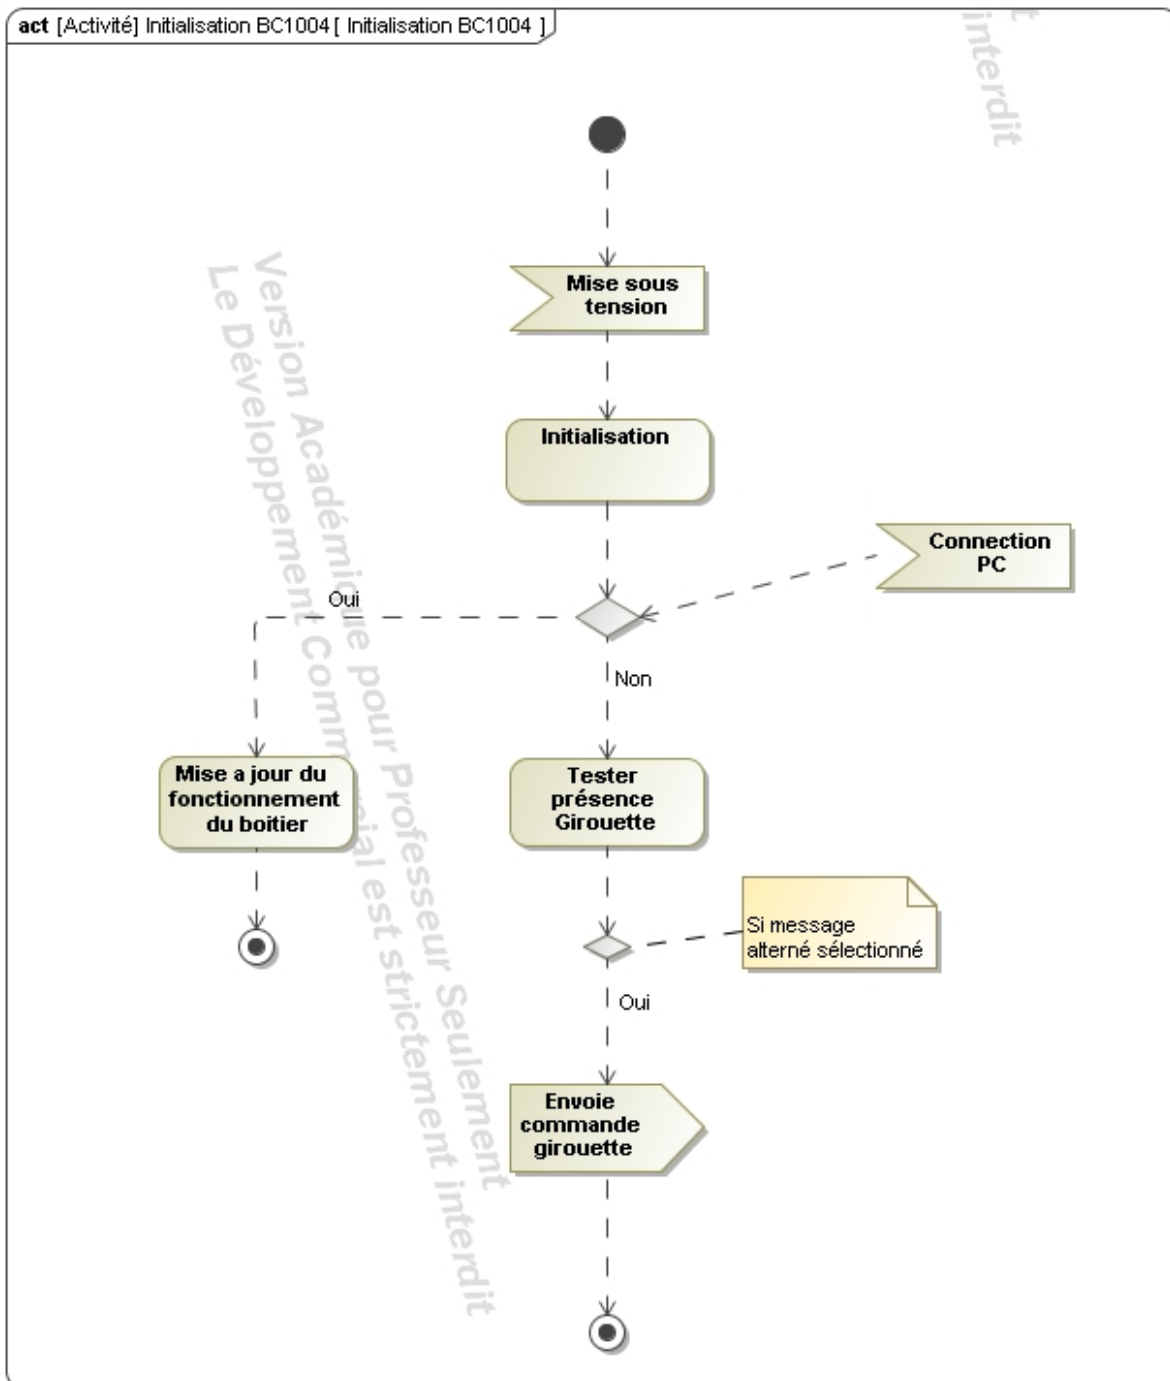

Figure 11 Evolution du diagramme avec évènement et action.
- Rechercher le symbole **Envoyer action** et le placer en remplacement du bloc action **Envoie commande girouette** dans les spécifications donner lui le nom de **Envoie commande girouette** vous obtenez la figure 11